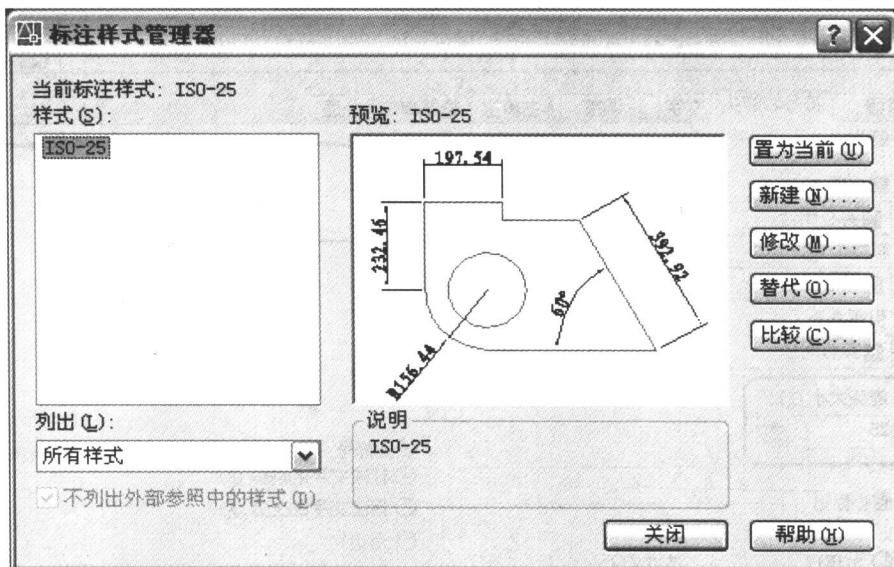

图 1-11
(11) 单击标注工具栏中的【标注样式】工具图标 ，系统弹出“标注样式管理器”对话框，如图 1-11 所示。